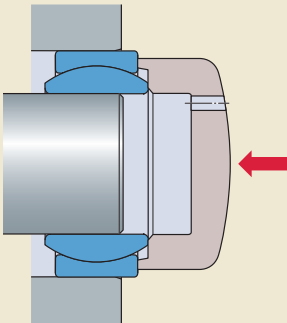

Bild 4
- Bei großen Lagern können geeignete Einbauwerkzeuge in Kombination mit einer Presse verwendet werden (→ **Bild 4**).